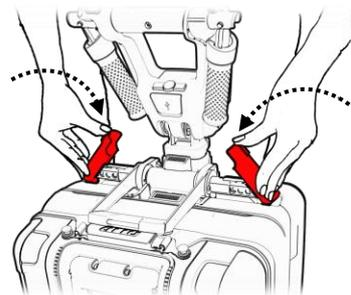

Figure 57
- Fermez les deux leviers de séparation jusqu'au déclic (voir la figure 57). Si la manipulation des leviers de séparation exige trop d'efforts, vous pouvez exercer une pression horizontale sur la console de conduite vers le centre de l'ATTO. Cela permettra de relâcher la pression sur les leviers de séparation et facilitera leur ouverture.